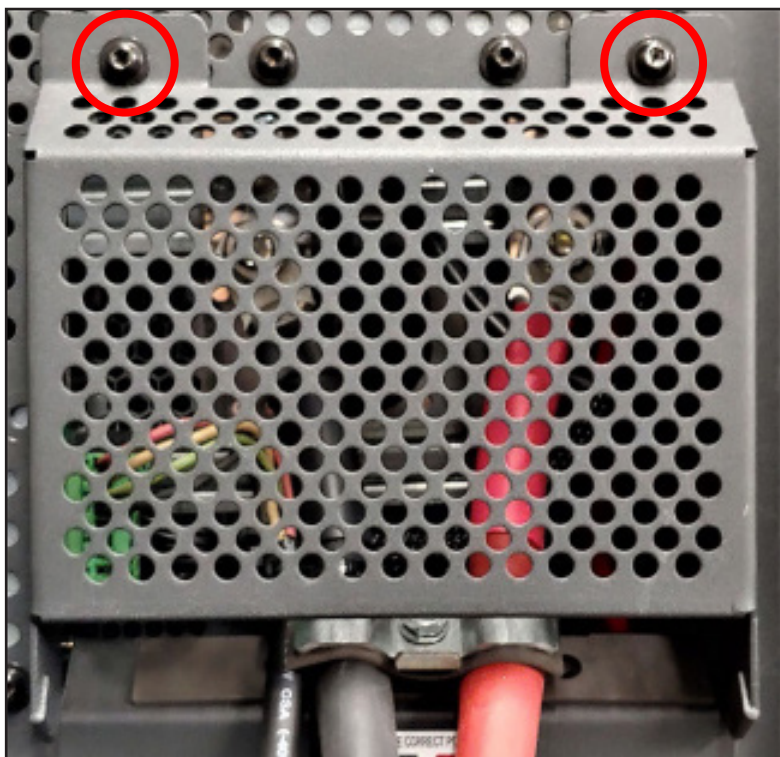

Figura 18 Dos tornillos TORX TX25 que fijan el panel del cable de alimentación de salida de CC
4.7.2.1. Retire los tornillos TORX TX25 del panel del cable de alimentación de salida de CC ubicado en la parte inferior izquierda del cargador (figura 18), luego tire del panel hacia arriba y hacia afuera del gabinete del cargador.
La cubierta del panel de CC debe reinstalarse apretando los dos tornillos TORX TX25 (figura 18), con un par de apriete de 21,24 pulg.-lb (2.4 Nm).